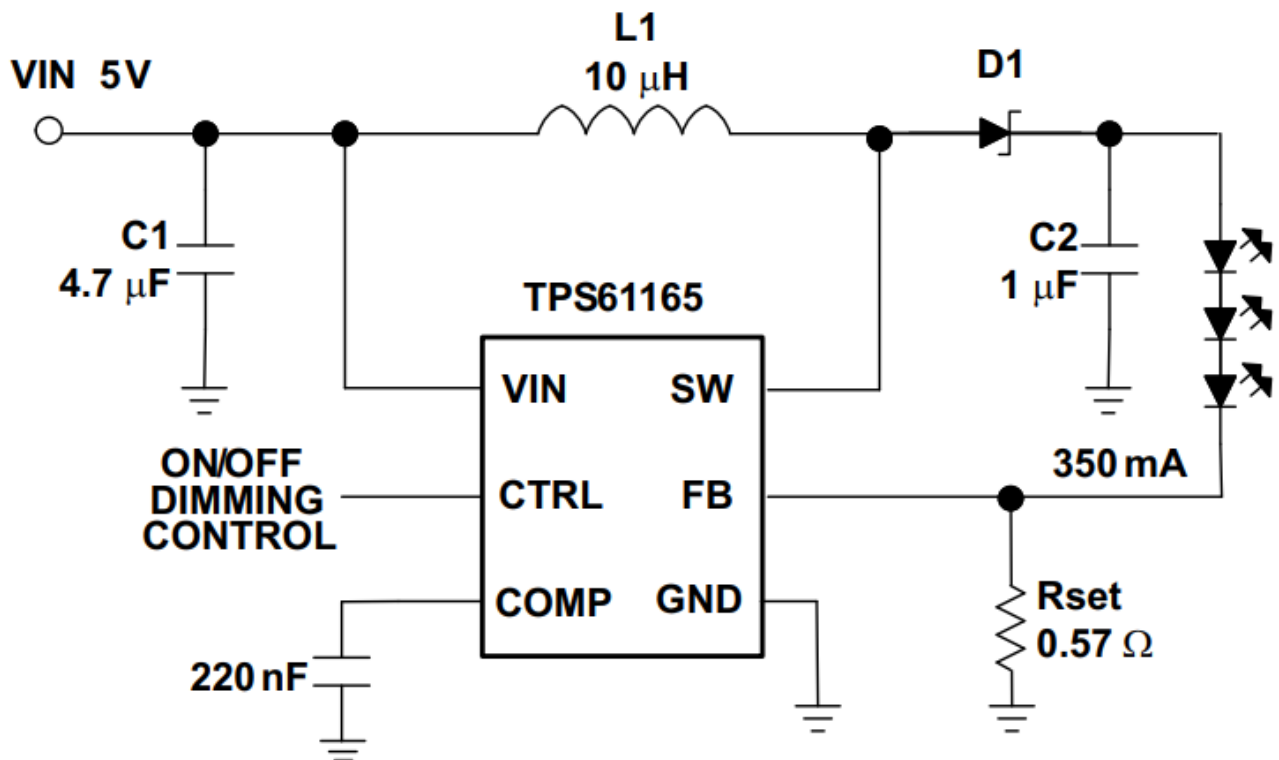

图 5. LED 背光驱动方案
4. LED 背光：常用于 LCD 显示应用，比如电视、冰箱大屏等。这种应用的驱动方案一般用开关型驱动芯片实现，比如 TPS61165，如图 5 所示[4]。